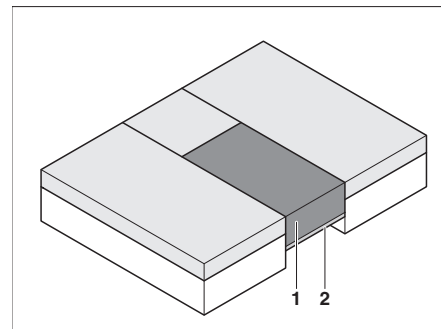

Fig. 84 Après la transformation
- Poser le coussin supplémentaire (Fig. 84,1) sur le sommier à lattes déployé (Fig. 84,2).